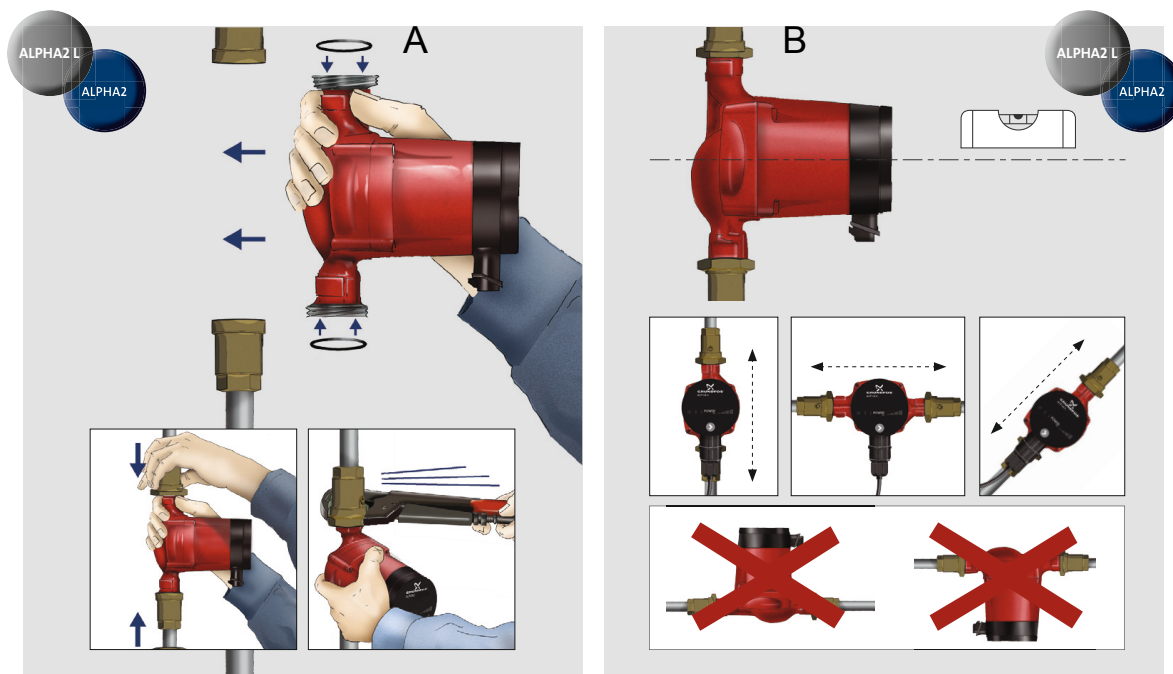

Fig. 3 Montajul GRUNDFOS ALPHA2 L
1. Fixați cele două garnituri livrate atunci când pompa este montată pe conductă. Vezi fig. 3, poz. A.
2. Instalați pompa cu arborele motorului orizontal. Vezi fig. 3, poz. B.